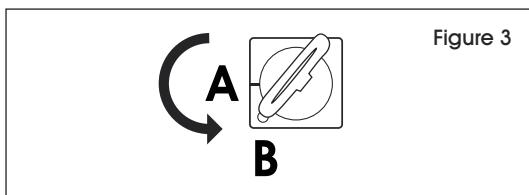

Figure 3
- Tournez la clé dans le sens antihoraire en position B. (Voir Figure 3)